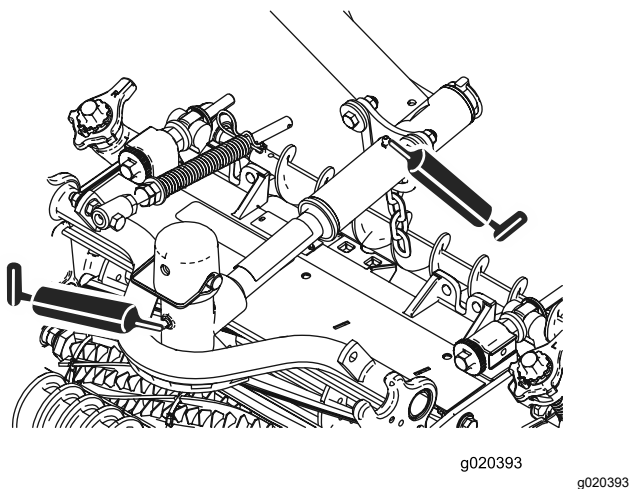

Figura 57
- Perni dell'apparato di taglio (2 cad.); fate riferimento alla Figura 57.